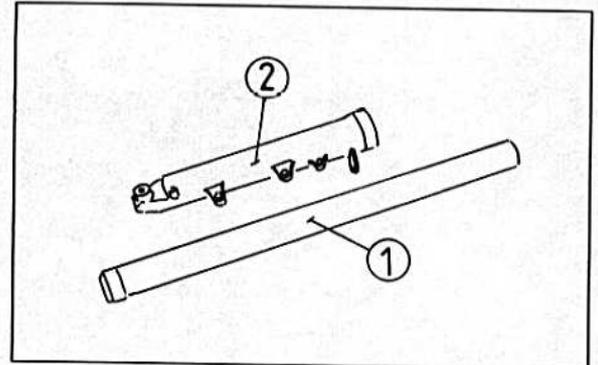

Bild 329
- Die Länge der Gabelfeder ausmessen. Grenzlänge ungespannt 321,3 mm (Bild 329).